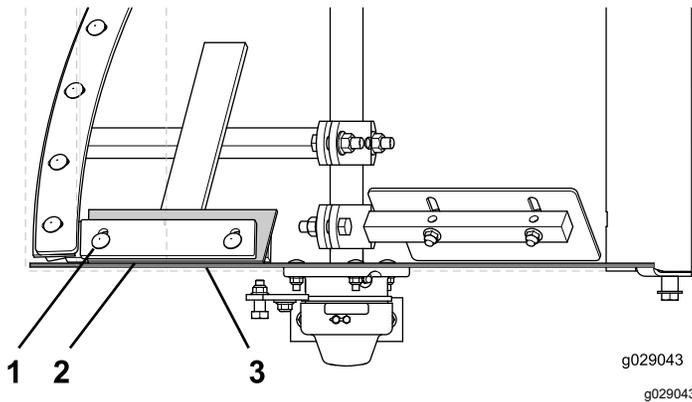

Figure 47
4. Desserrez les boulons de carrosserie et les contre-écrous à embase qui fixent la lame et le racloir à la pale fixe (Figure 47).